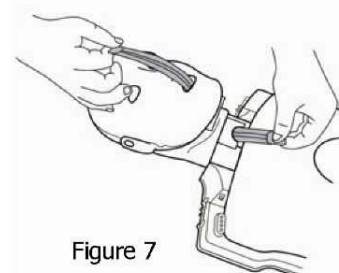

Figure 7
7. Tenez les voies respiratoires tout en la tirant à travers le cou (Figure 7.)